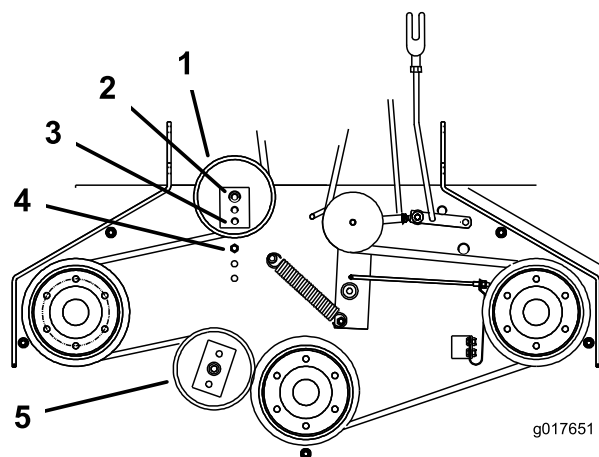

Figura 48
6. Si no es posible ajustar más el tensor y la correa todavía está floja, será necesario cambiar la polea tensora trasera al taladro central o delantero (Figura 48). Utilice el taladro que permita el ajuste correcto.
7. Si mueve la polea tensora, debe mover también la guía de la correa. Mueva la guía de la correa a la posición delantera (Figura 48).